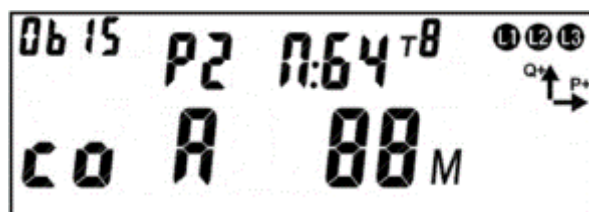
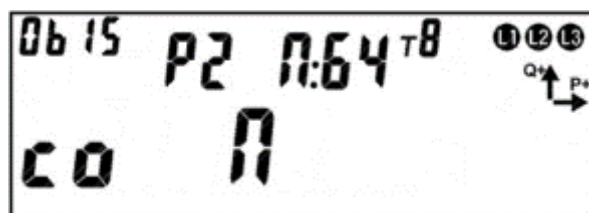

Рисунок 198 – Для возврата реле в нормальное состояние требуется подтверждение по интерфейсу.
Рисунок 199 – Для возврата реле в нормальное состояние требуется подтверждение кнопкой.
- признак требования подтверждения возврата реле в нормальное состояние: **A** – для возврата реле в нормальное состояние требуется подтверждение по интерфейсу (см. рисунок 198); **П** – для возврата реле в нормальное состояние требуется подтверждение кнопкой (см. рисунок 199). Признак требования подтверждения возврата реле в нормальное состояние выводится на ЖКИ если реле находится в состоянии «сработало». Если для возврата реле требуется оба подтверждения, на ЖКИ будет выведен признак **A**, после получения подтверждения возврата по интерфейсу, на ЖКИ будет выведен признак **П**. Признак **П** выводится на ЖКИ после отсчета времени задержки возврата реле в нормальное состояние;
Если контакт реле управления нагрузкой (РУН) находится в состоянии «разомкнуто» (реле сработало), на ЖКИ выводится символ «**↙ •**». Если контакт РУН находится в состоянии «замкнуто» (нормальное состояние реле), символ «**↙ •**» на ЖКИ отсутствует. Если для возврата реле в нормальное состояние требуется подтверждение по интерфейсу, на ЖКИ в окне состояния реле будет отображен признак **A** (Рисунок 198).
В этом случае для подтверждения возврата реле в нормальное состояние нужно: передать в счетчик по интерфейсу команду подтверждения, при этом признак *A* исчезнет с ЖКИ. Если для возврата реле в нормальное состояние требуется подтверждение кнопкой, на ЖКИ в окне состояния реле будет отображен признак *П*, а поле времени задержки возврата реле в нормальное состояние будет пустым (Рисунок 199).